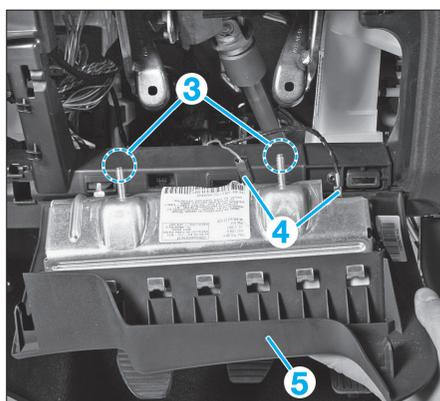

Fig. 7
- Déposer les écrous (3) (Fig.7).
- Dégrafer l'airbag (5).
- Débrancher les connecteurs (4).